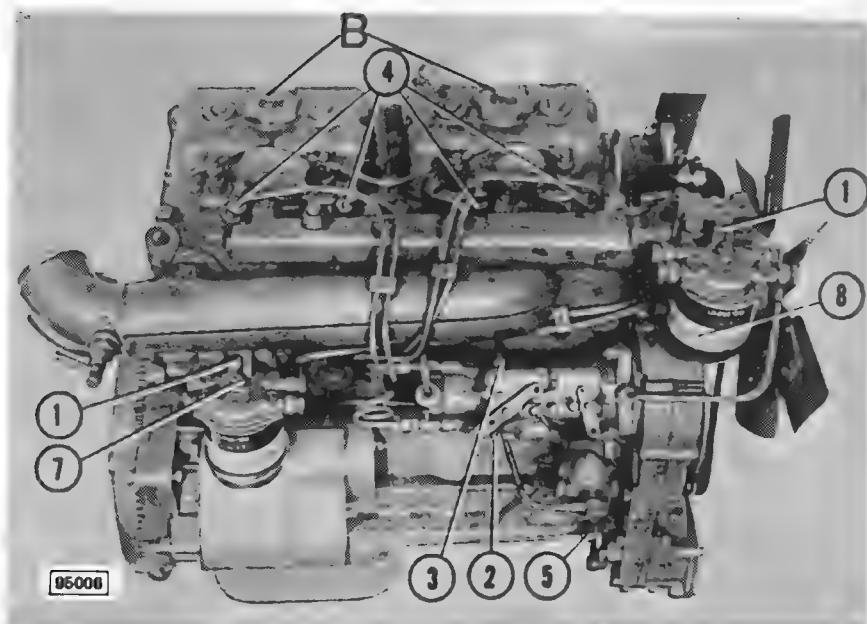

Fig. 2
- Se repetă operația descrisă mai sus, mai întîi pentru dopul filtrului de siguranță și apoi pentru dopul 2 (fig. 2) al pompei de injecție.